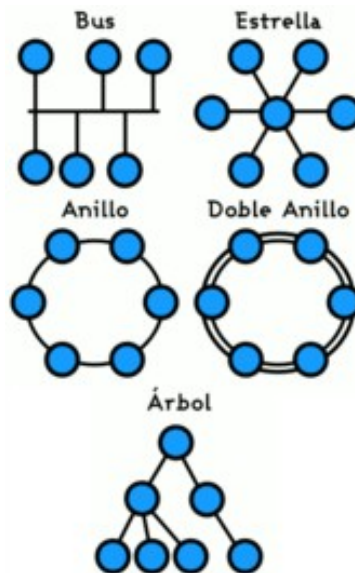

Figura 1. Topologías de red.
- Soporte de topologías variadas tales como estrella, árbol, bus o anillo (Ver Figura 1).